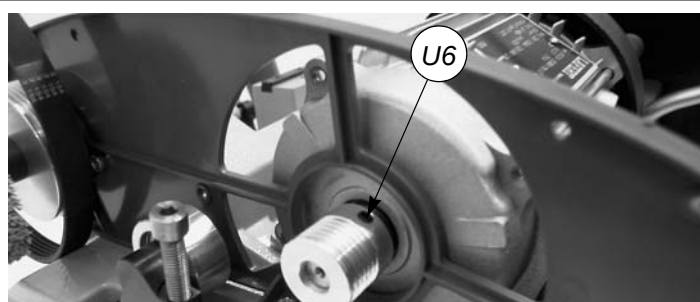

Fig. 42
- 11) Desaperte o pino (U6) da polia motriz (fig. 42). Retire a polia e aplique-a no novo motor. Bloqueie-a apertando o pino (U6).